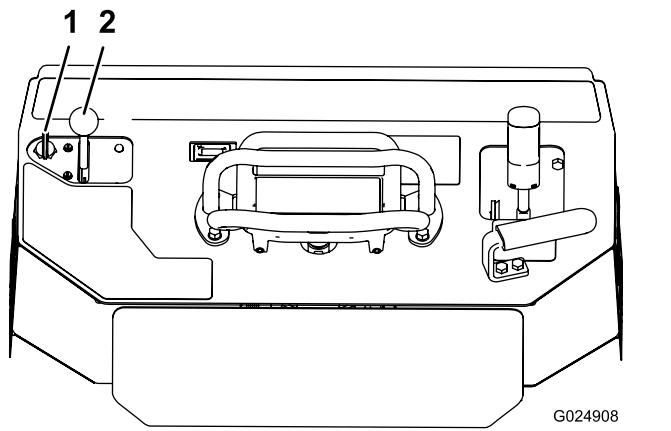

Figura 18
1. Portate la leva dell'acceleratore al centro tra le posizioni di MINIMA e MASSIMA (Figura 18).
2. Ruotate la chiave in posizione di ACCENSIONE (Figura 18). Rilasciate la chiave quando il motore si avvia.
3. Spostate la leva dell'acceleratore nella posizione desiderata (Figura 18).